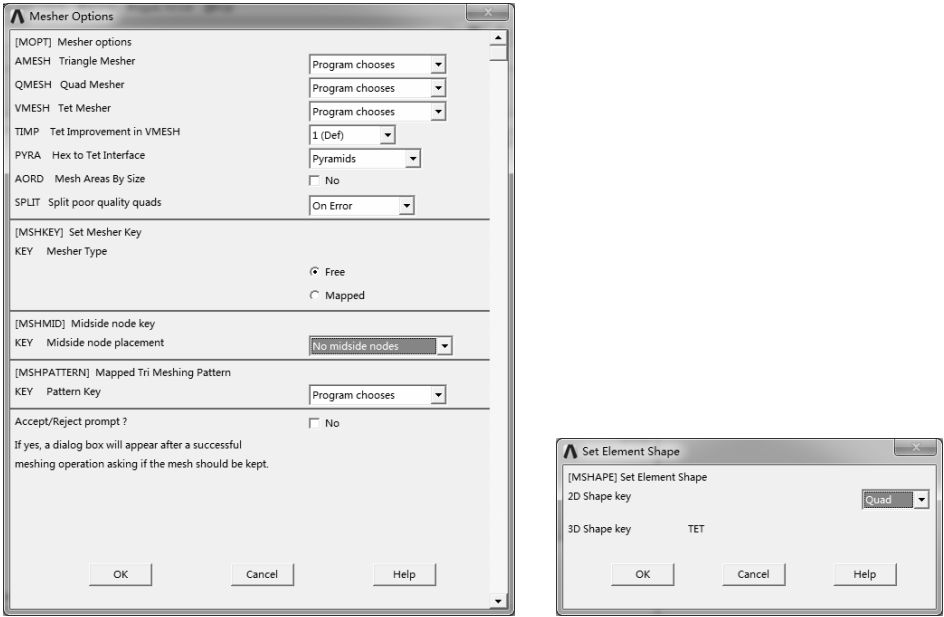

图 10-56 设置网格选项和单元形状
1) 选择“Main Menu>Preprocessor>Meshing>Mesher Opts”命令，弹出“Mesher Option”对话框，在“Midside node placement”选项中选择“No midside nodes”，单击“OK”按钮，弹出“Set Element Shape”对话框，在“2D Shape key”选项中选择“Quad”，单击“OK”按钮完成设置，如图 10-56 所示。